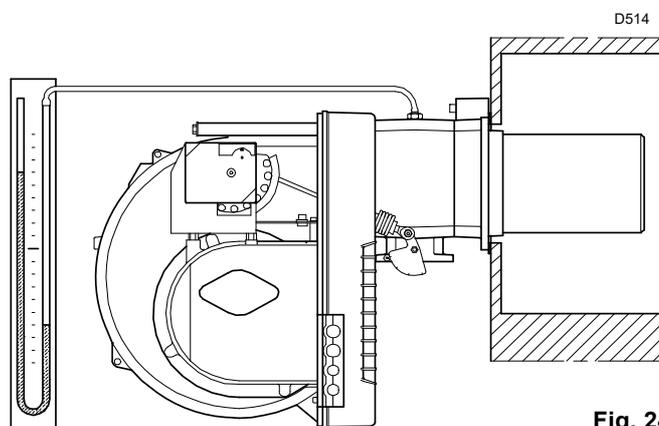

Fig. 24
- Montare un manometro a U (Fig. 24) sulla presa di pressione del gas del manicotto.
L'arrivo del gas al manicotto è evidenziato dal manometro ad U (Fig. 24 a pag. 24).
A titolo orientativo può essere ricavata dalla Tab. F a pag. 20, basta leggere la pressione del gas sul manometro a U, vedi Fig. 24 a pag. 24, e seguire le indicazioni date a pag. 20.